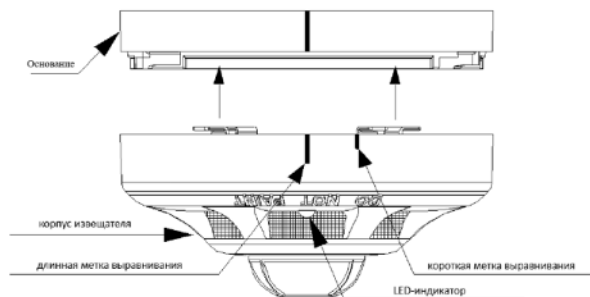

Рисунок 1 – Установка извещателя/оповещателя пожарного на Основание
- Рисунок 1 - Базовое 4х – контактное основание SNR-302A